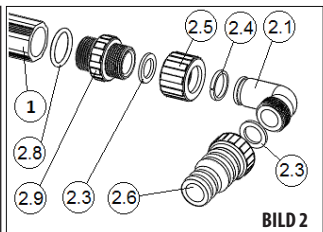
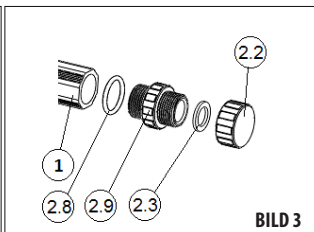

BILD 2
BILD 3
- 1) Montera solfångaren. Skruva fast övergångsröret (2.9) med sina O-ringar i silikon (2.8) på solfångarens rör. VI REKOMMENDERAR ATT ETT TUNT LAGER SMÖRMEDEL STRYKS PÅ SOLFÅNGARRÖRENS FRÄMRE TÄTNINGSYTA(1) FÖR ATT PÅ SÅ SÄTT UNDIKA EVENTUELLA LÄCKAGE. Skruva fast slanghullar på övergångarna (BILD 2) och pluggar (BILD 3). I ett av solfångarrörens finns en bussning, i det röret skall slanghullar användas, på det andra röret monteras pluggar.